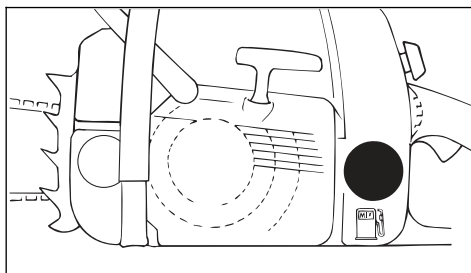

Рис. 39
8.6.1 Подготовка устройства (рис. 39)